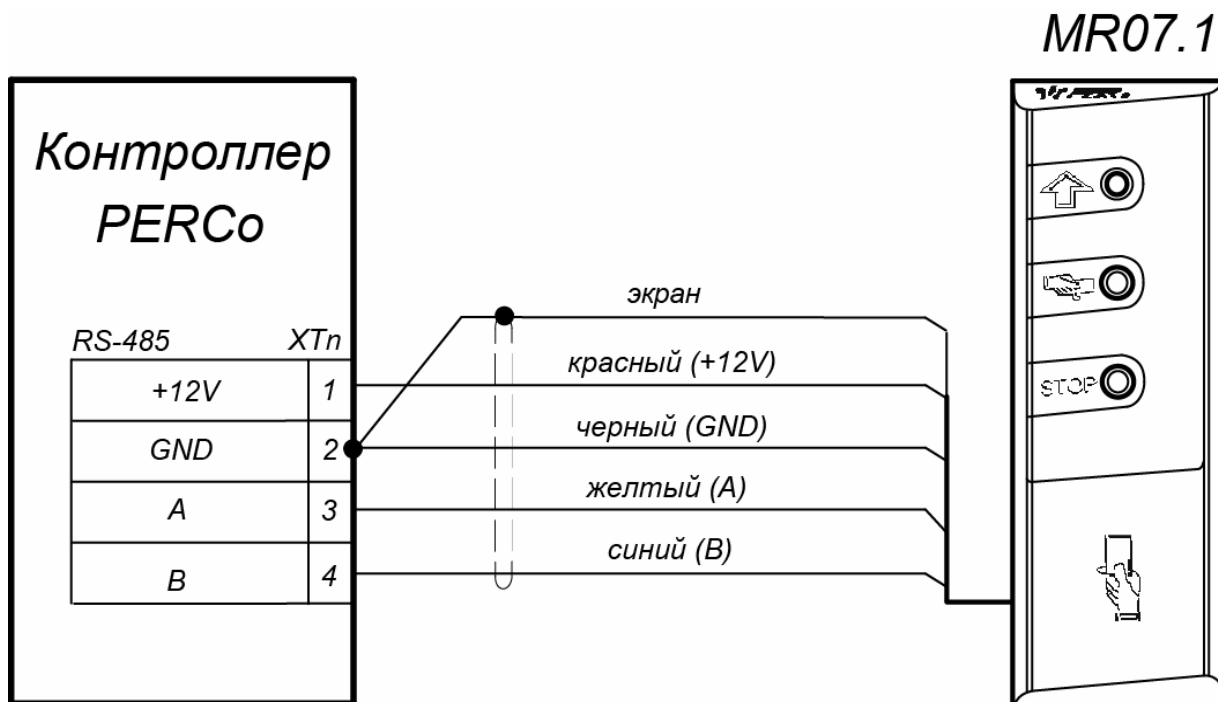

Рисунок 3. Схема подключения считывателя к контроллеру PERCo
Индикаторы считывателя предназначены для отражения событий и состояний считывателя и контроллера СКУД. Управление индикацией считывателя контроллером СКУД осуществляется командами по интерфейсу RS-485 (схему подключения см. на рис. 3).
7. Проложите кабель, закрепите его и подключите к контроллеру СКУД (схему подключения смотри на рис. 3 и в руководстве по эксплуатации на соответствующий контроллер). Удлинение соединительного кабеля считывателя производится в соответствии с требованиями разд. 6.2, при этом сигнальные линии А и В интерфейса *RS-485* должны идти в одной витой паре (по симметричному каналу).